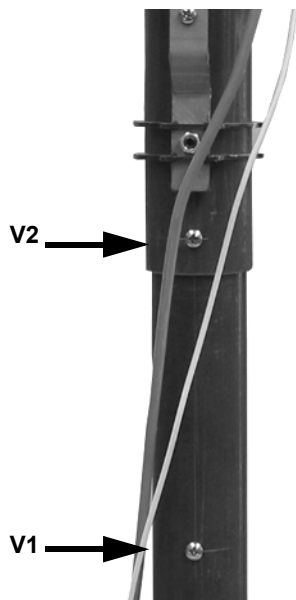

Fig. 14
- 1 Rimuovere le viti **V1** e **V2** indicate in Fig. 14.